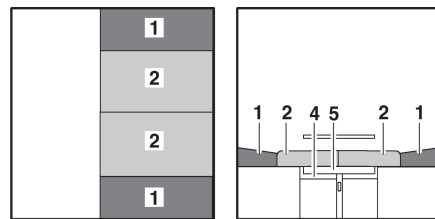

Fig. 118 Después de la transformación
- Tirar de los cojines del asiento (Fig. 118,2) hacia el centro.
- Colocar los cojines del respaldo (Fig. 118,1) entre los cojines del asiento y la pared.
- ▷ Según el modelo, se deberá insertar un cojín adicional en lugar del segundo cojín del respaldo (Fig. 118,1).